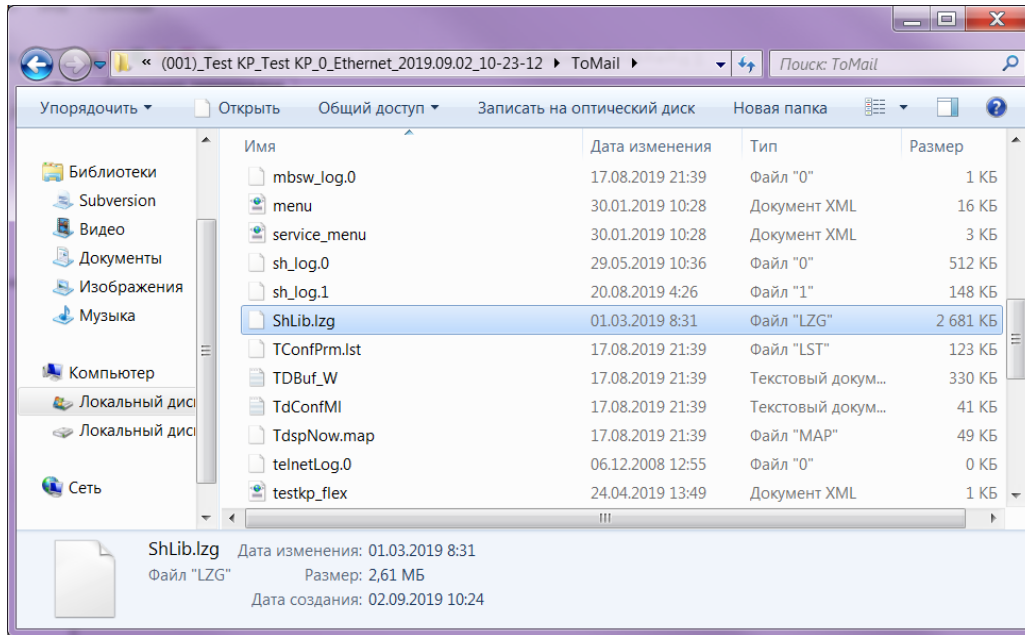

Рисунок 4.11
4.1.4.5 В папке **ToMail** найти необходимый файл библиотеки **Shlib.lzg** (см. рисунок 4.11). Скопировать данный файл библиотеки зашит в папку, где была ранее сохранена конфигурация терминала.